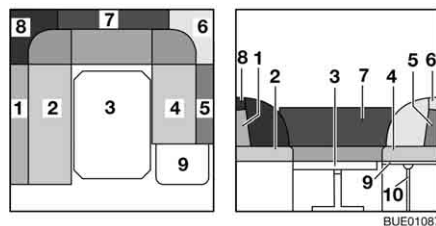

Bild 108 Während des Umbaus
- Stütze (Bild 108,10) in die Aufnahme an der Bettkasten-Verlängerung einsetzen.
- Die Rückenpolster (Bild 108,1, 5, 6, 7 und 8) abnehmen und beiseite legen.